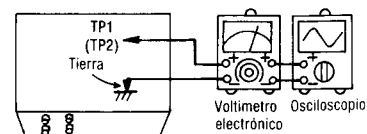

Fig. 6
1. La conexión del equipo de prueba se muestra en la Fig. 6.